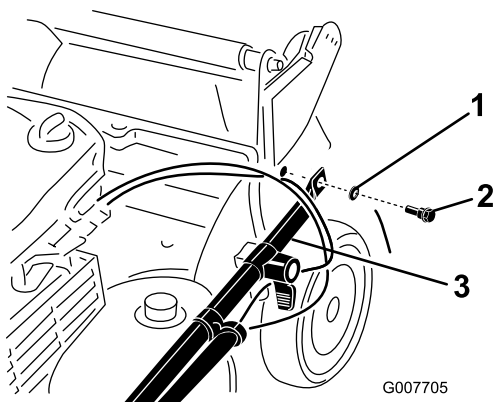

Figure 3
2. Fixez les extrémités du guidon au carter de la machine avec 2 rondelles et 2 boulons (Figure 3), **mais ne serrez pas les boulons.**